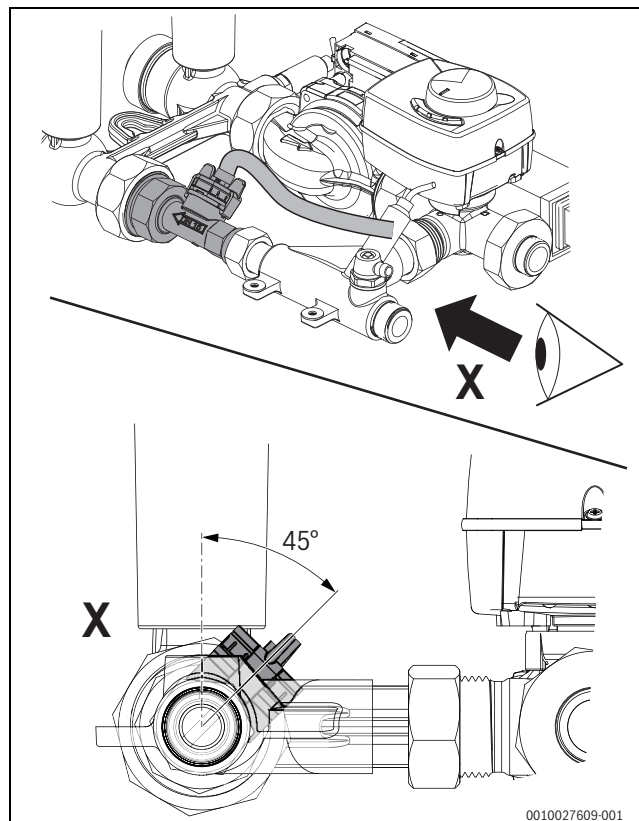

Bild 31 Volumenstromfühler ausrichten
- Volumenstromfühler ausrichten und Überwurfmutter anziehen (→Bild 31).